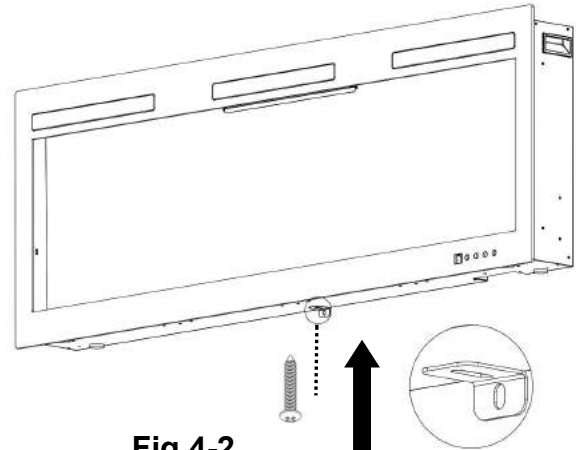

Fig 4-2
B. Befestigen Sie den L-Winkel (mitgeliefert) mit der zuvor entfernten Schraube an der Unterseite des Kaminkastens (**Abb. 4-2**).